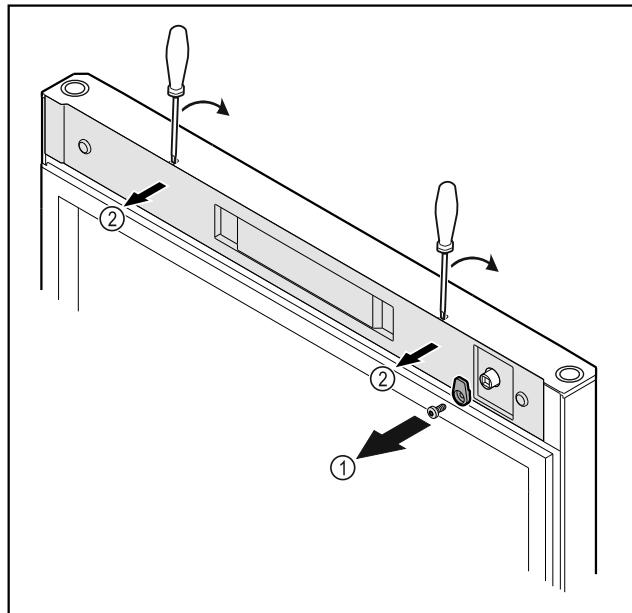

Fig. 10
- ▶ Noskrūvējiet slēgšanas āki Fig. 10 (1).
- ▶ Atbrīvojiet un noņemiet pārsegū Fig. 10 (1) ar mazu skrūvgriezi.